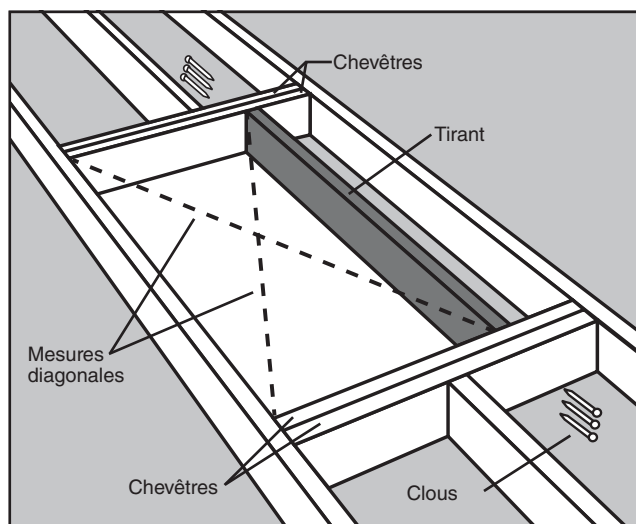

FIGURE 18
**ÉTAPE 4.** Positionnez la ou les entretoises le long du ou des côtés non-encadrés de votre emplacement (Voyez la Figure 18). Vérifiez que les dimensions intérieures de l'encadrement restent à au moins à 57.1 x 137.2 cm (WH2208 et WH2210), 63.5 x 137.2 cm (WH2508 et WH2510) ou 77.5 x 137.2 cm (WH3008 et WH3010).
**ÉTAPE 5.** Pour fixer le ou les tirants sur les chevêtres, utilisez des clous qui soient suffisamment longs pour traverser les deux chevêtres et entrer dans le tirant d'au moins 2.5 cm. Mettez- la ou les entretoises perpendiculairement aux rives et plantez (3) clous 16d au travers des rives et dans l'entretoise. Vérifiez la perpendicularité, puis clouez à l'autre extrémité. Vérifiez la perpendicularité des côtés de l'ouverture en mesurant ses diagonales. **Ces mesures doivent être égales à 3 mm près pour que la perpendicularité soit acceptable** (Voyez la Figure 18).